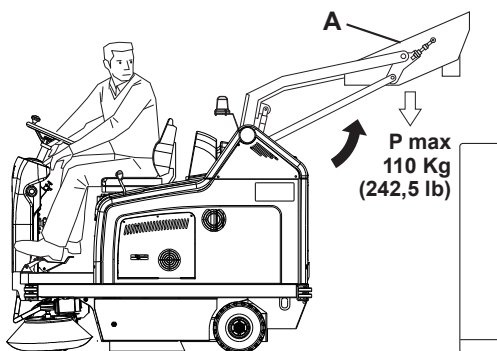

Abbildung 1
3. Es dürfen sich keine Personen in der Nähe des Geräts, insbesondere nicht im Bereich des Abfallbehälters (4) aufhalten.
4. Freigabeschalter (61) und gleichzeitig Schalter zum Anheben des Abfallbehälters (67) betätigen und Abfallbehälter bis zur gewünschten Höhe anheben (A, Abb. 1).